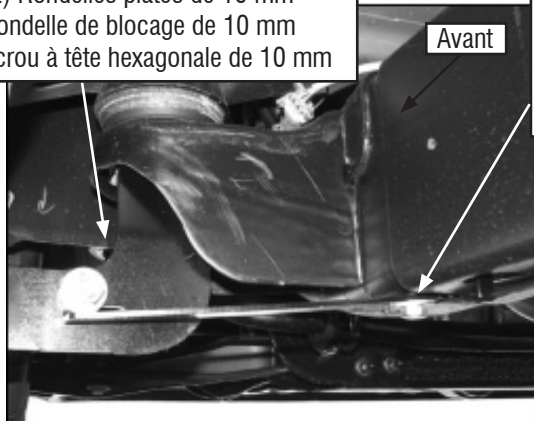
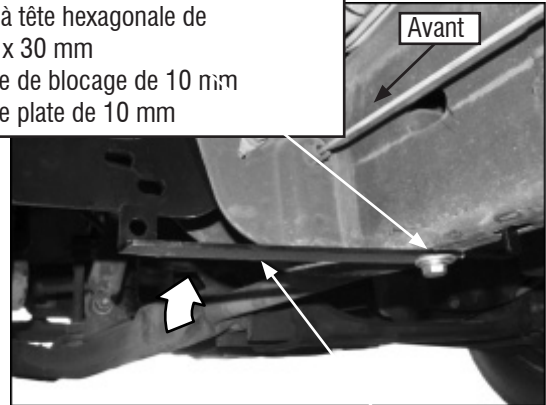

Figure 3
Figure 4
Fixez la barre de support avant côté conducteur à la plaque d'écrou avec (1) boulon à tête hexagonale de 10 mm x 30 mm, (1) rondelle de blocage de 10 mm et (1) rondelle plate de 10 mm (Figures 3 & 4). Ne pas serrer le matériel maintenant.
Fixez la partie courbée de la barre de support avant au trou extérieur du support de fixation avant avec (1) boulon à tête hexagonale de 10 mm x 30 mm, (2) rondelles plates de 10 mm, (1) rondelle de blocage de 10 mm et (1) écrou à tête hexagonale (Figure 3). Ne pas serrer maintenant.
Notez que la barre de support avant n'atteindra pas le support de fixation (Figures 3 & 4). Serrez la barre de support à la plaque d'écrou sur le châssis. Poussez avec soin vers le haut sur la barre de support jusqu'à ce qu'elle atteigne le trou intérieur du support de fixation (Figure 4). Boulonnez la barre de support au trou dans le support de fixation avec (1) boulon à tête hexagonale de 10 mm x 30 mm, (2) rondelles plates de 10 mm, (1) rondelle de blocage de 10 mm et (1) écrou à tête hexagonale. Ne pas serrer maintenant.